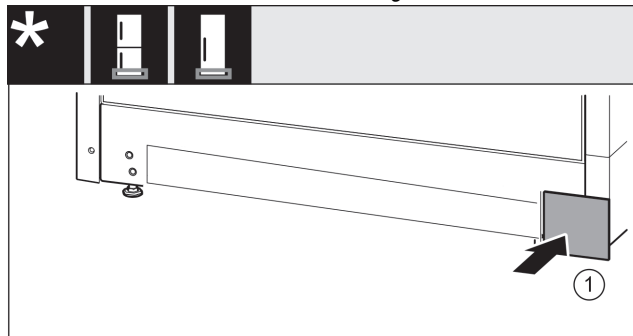

Fig. 21
- ▶ Kryt opět nasadte na druhé straně. *Fig. 21 (1)*